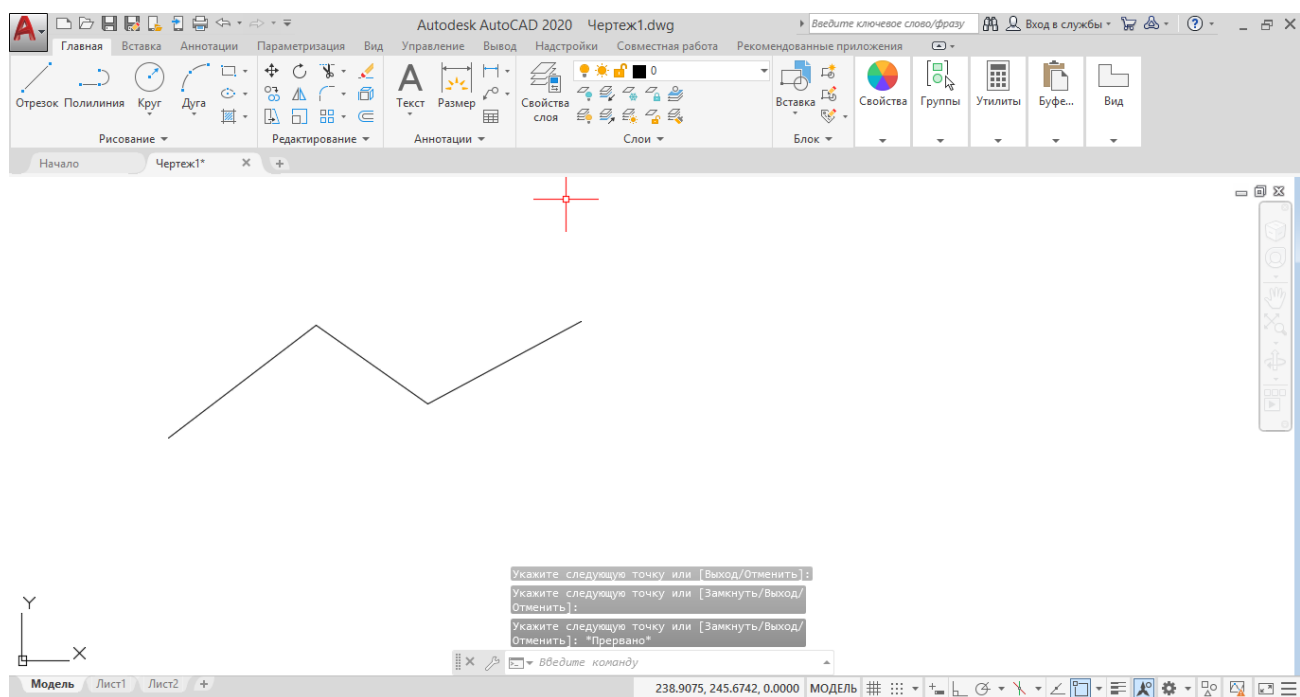

Рис. 3. Создание отрезка в пространстве Модели
- Продолжайте перемещать указатель по экрану и выбирать точки в области черчения, см. Рисунок 3. Тем самым вы будете добавлять новые отрезки к ломаной линии. Обратите внимание, что в командном окне после выбора очередной точки снова и снова повторяется запрос: Следующая точка или [Закнуть/Отменить]: (Specify next point or [Close/Undo]:).